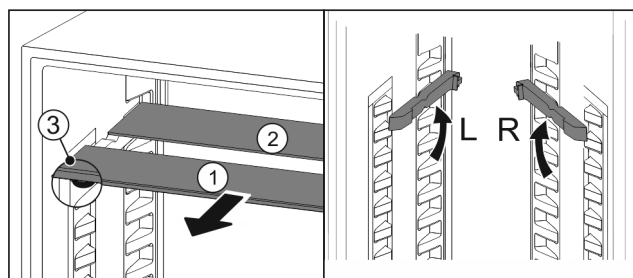

Fig. 112
- ▶ Sortir les tablettes par l'avant *Fig. 112 (1)*.
- ▶ La tablette en verre *Fig. 112 (1)* avec bordure décorative est située à l'avant.
- ▶ Les butées *Fig. 112 (3)* sont orientées vers le bas.